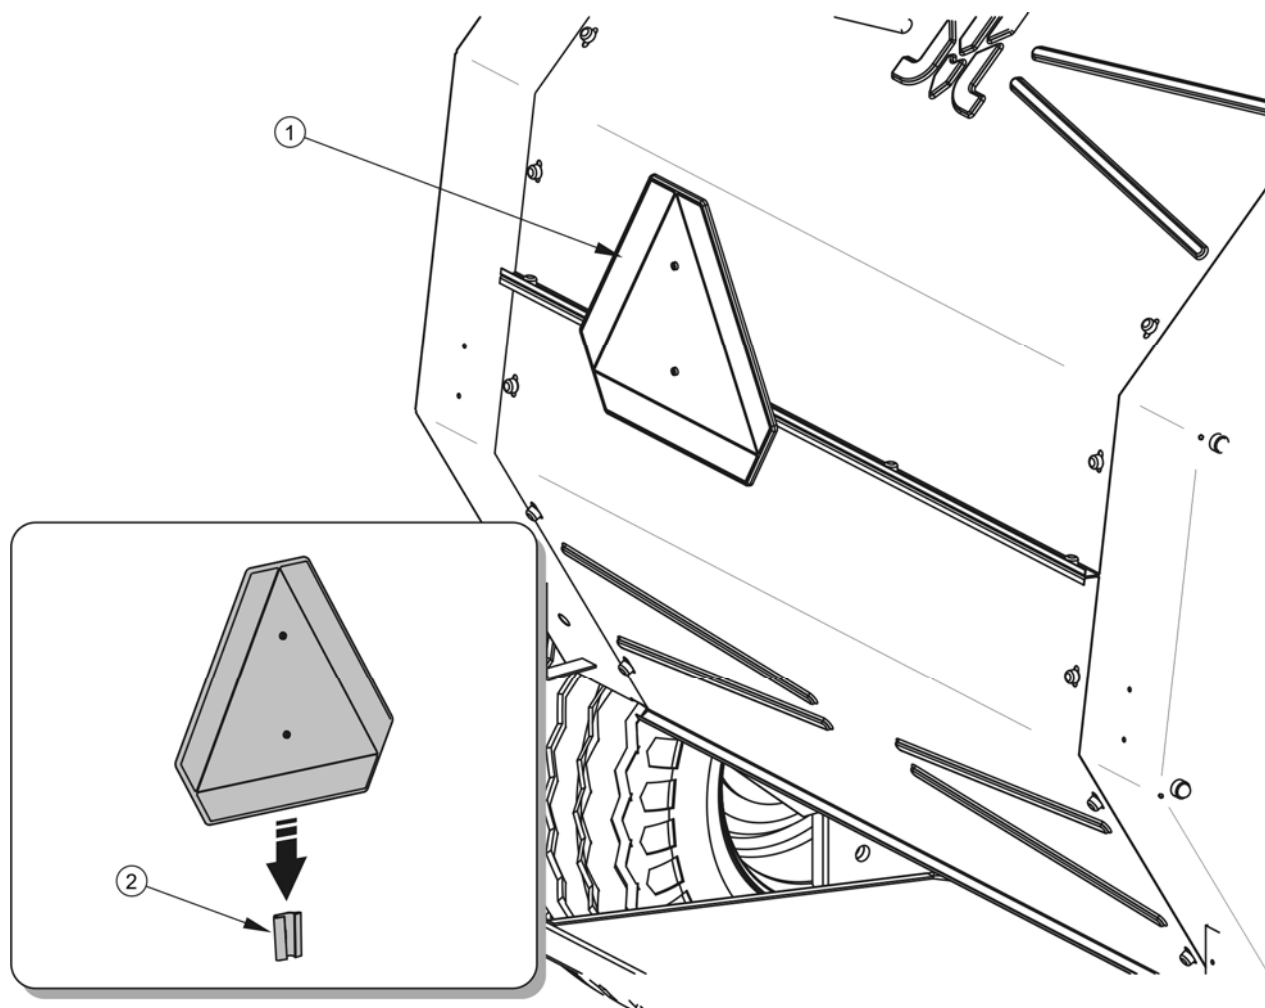

РИСУНОК 2.2 Размещение трехугольного знака медленно движущегося транспортного средства.
- На задней крышке следует установить трехугольный знак медленно движущегося транспортного средства - рисунок 2.2 .